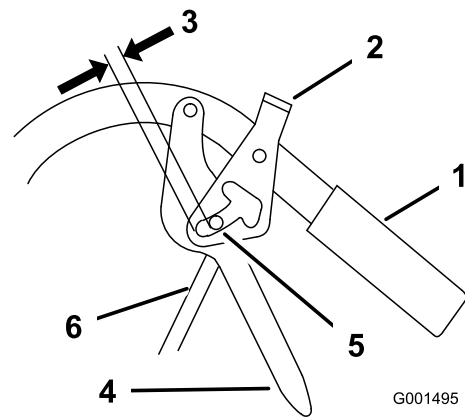

Figura 36
3. Instale la varilla de control en la palanca de avance y el mecanismo de bloqueo de punto muerto/freno de estacionamiento. Sujete la varilla de control con un pasador de horquilla y un pasador de seguridad (Figura 36).
2. Ajuste la longitud de la varilla de control enroscando la varilla en el acoplamiento o desenroscándola, hasta que quede una holgura de 5 a 6 mm (3/16 a 1/4 pulg.) entre la varilla de control y la parte inferior del mecanismo de bloqueo de punto muerto/freno de estacionamiento (Figura 36).